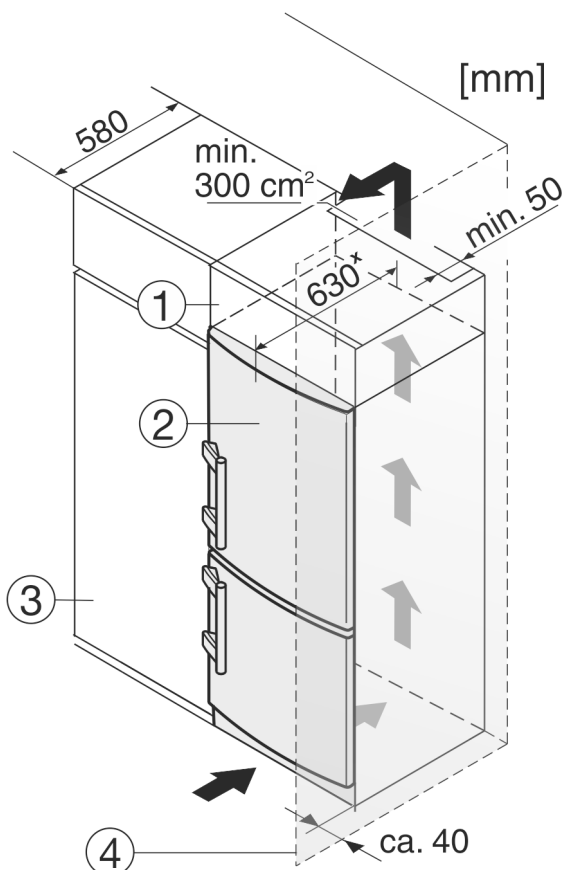

Fig. 9
A készüléket körbe lehet építeni konyhaszekrényekkel. Rá lehet szerelni Fig. 9 (2) egy rátét szekrényt, hogy a készüléket a konyhabútorok magasságához Fig. 9 (1) igazítsa.
Ha a készüléket konyhaszekrényekkel építi körül (max. 580 mm mélységben), akkor a készüléket közvetlenül a konyhaszekrény Fig. 9 (3) mellé is felállíthatja. A készülék oldalt 34 mm x mértékben áll előrébb a konyhaszekrény előlapjához képest, a készülék közepénél pedig 50 mm x mértékben.
Ha a készüléket a zsanérjaival a fal Fig. 9 (4) mellé állítja, akkor a készülék és a fal közötti távolság legalább 40 mm kell legyen. Ez a fogantyú túlnyúlásának felel meg, amikor kinyitja az ajtót.